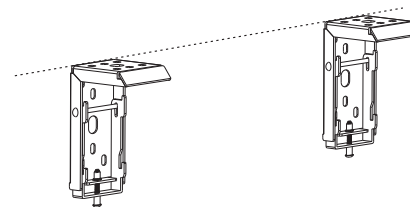

图1
- 2、将安装架安装在银幕背面或顶部所对的平面上，并且确保左右两个安装架在同一条水平直线上。（建议：安装时在墙面或天花板上画一条水平直线）（如图1）